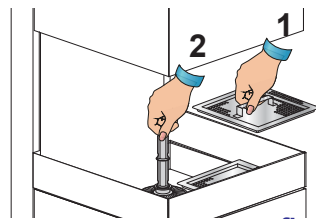

fig. 17
- Con macchina in **STAND-BY** togliere il troppopieno, attendere lo scarico completo della vasca e chiudere la capotta (vedi fig. 17 e 18). Per le macchine provviste dell'optional pompa scarico seguire le indicazioni descritte al par. 4.5.